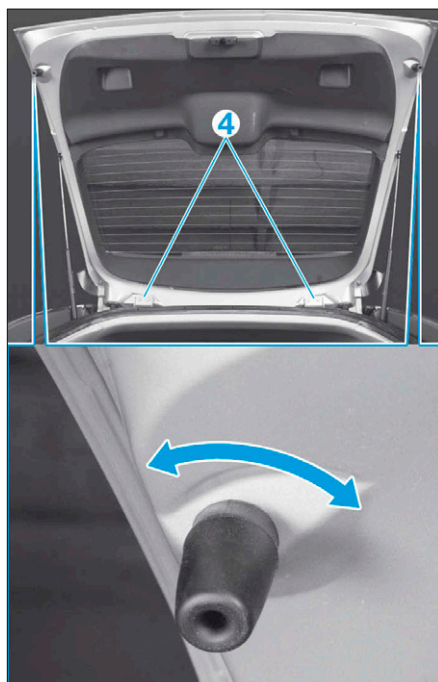

FIG. 69
- Déposer les fixations (4) (Fig.69).
- Régler les jeux et affleurement du hayon en agissant sur les fixations du hayon, et sur les butées (Fig.69).